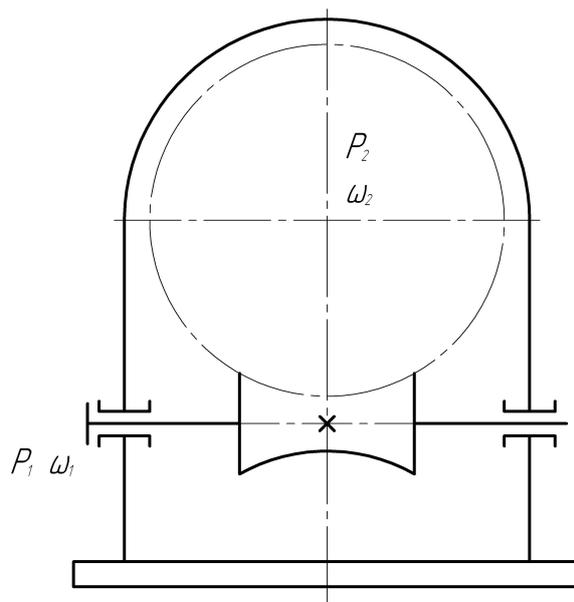

Рис.1.4. Расчетная схема к задаче № 4
4. Рассчитать глобoidную передачу редуктора (рис. 1.4). Передаваемая червяком мощность P_1 , угловая скорость его ω_1 и угловая скорость червячного колеса ω_2 приведены в табл. 1.4. Срок службы редуктора 35000 ч.